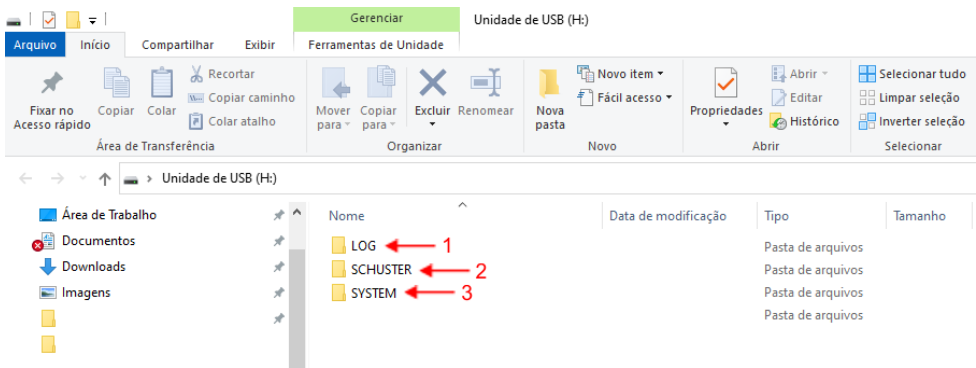

Fig. 10
2. Após realizada a conexão o sistema de arquivos se tornará disponível e a tela abaixo (Fig. 10) surgirá: